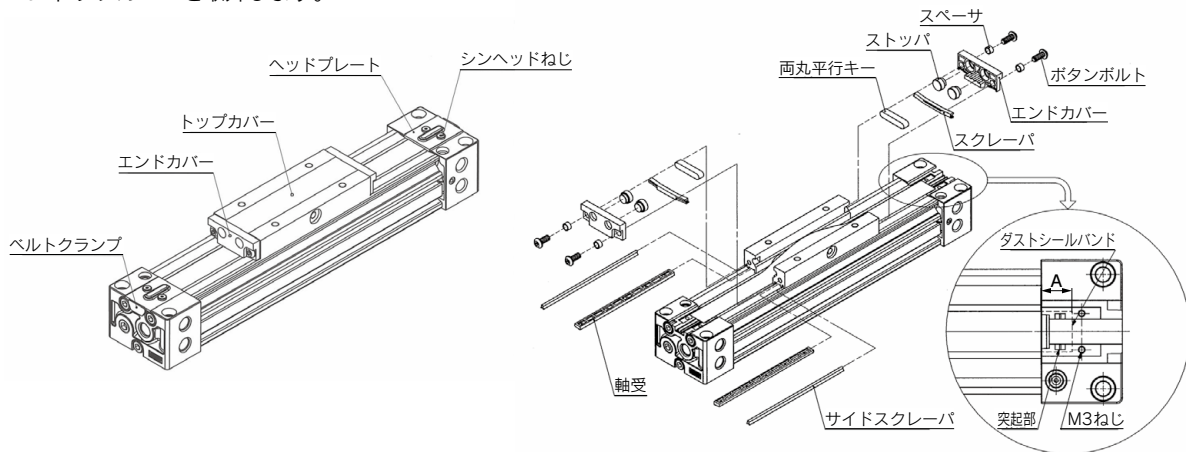

図1
- ヘッドカバー上面のシンヘッドねじ(片側2ヶ所、両側で計4ヶ所)のシンヘッドねじを取外し、ヘッドプレートとベルトクランプを取外します。(図1参照)
- エンドカバー(移動子の両側)の固定用ボルトを外し、エンドカバーを取外します。(図1参照)